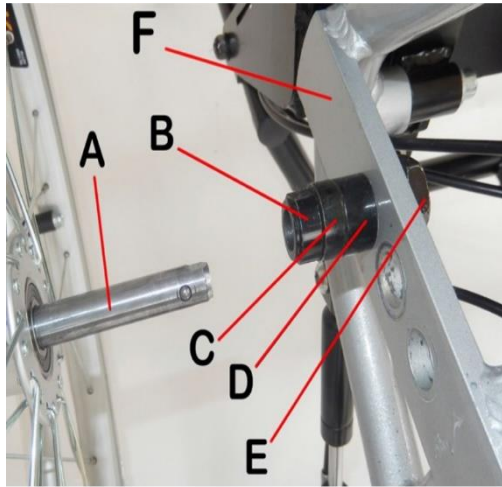

Рис. 6
1. Змінити габаритні розміри за шириною можна за допомогою дистанційних втулок (див. Рис. 6; п. С) та (див. Рис. 6; п. D).
2. Утримуючи гайку (див. Рис. 6; п. В), відкрутіть гайку (див. Рис. 6; п. Е).
3. Після цього поставте дистанційні втулки (див. Рис. 6; п. С) і (див. Рис. 6; п. D) з внутрішньої або зовнішньої сторони рами (див. Рис. 6; п. F).
4. Вставте на місце у раму супорт осі (див. Рис. 6; п. В) та затягніть гайку (див. Рис. 6; п. Е), утримуючи гайку (див. Рис. 6; п. В).